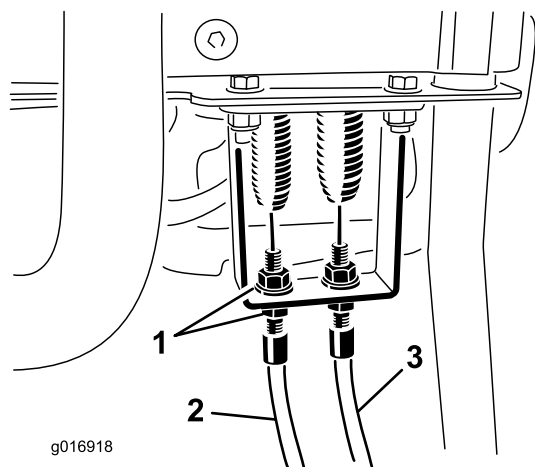

図 45
2. 走行コントロールケーブルの延長スプリング部分にたるみができていないか点検する 図 45。
9. ケーブルの調整は、コントロールパネルのバルクヘッドのところで、ケーブルのジャムナットを回転させて、スプリングが伸びずにケーブルのたるみが完全になくなるように調整する 図 45。
3. コントロールハンドルのバルクヘッド部で、リールコントロールケーブルをゆるめてケーブルにたるみを持たせる 図 45。